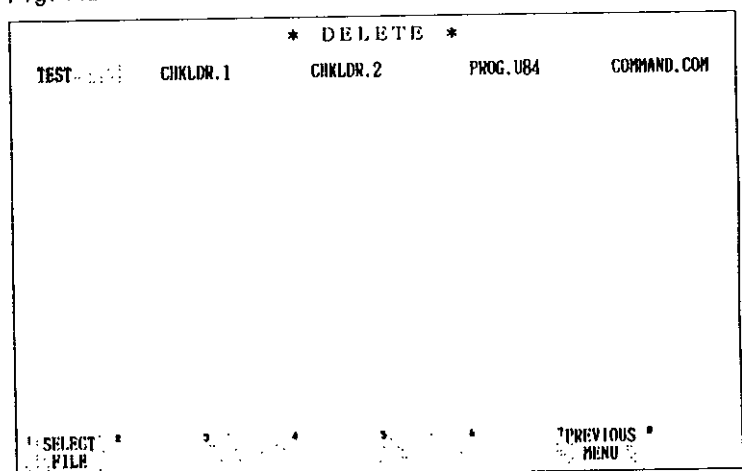
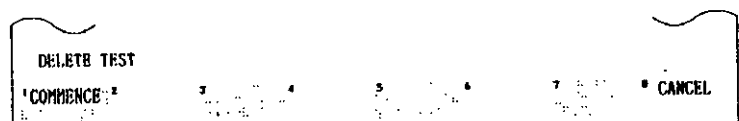

Fig. 7.28
Fig. 7.29
1. Depressing **CANCEL** key (Fig. 7.29) calls up the display in Fig. 7.28.